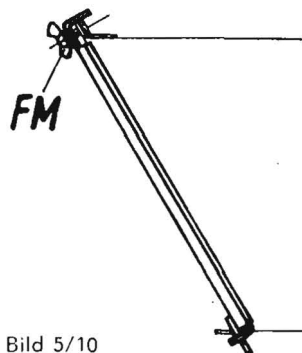

Bild 5/10
- Verschlussdeckel ankippen und nach oben abheben (Bild 5/10).